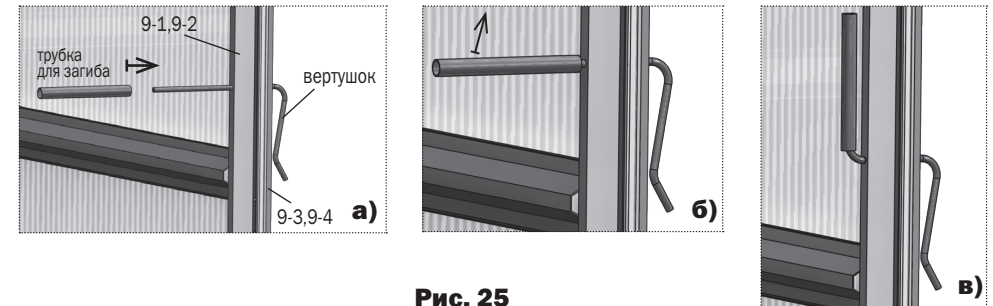

Рис. 25
- Проволочный вертушок для запираания дверей и форточек вставляется в отверстия стоек дверного проема прямым концом с наружной стороны до упора. С помощью трубки выполняется загиб внутреннего прямолинейного конца рукой вверх (**рис. 25**). Такая конструкция вертушка позволяет упруго прижимать двери и форточки торцов в закрытом состоянии, находясь как снаружи так и внутри теплицы.